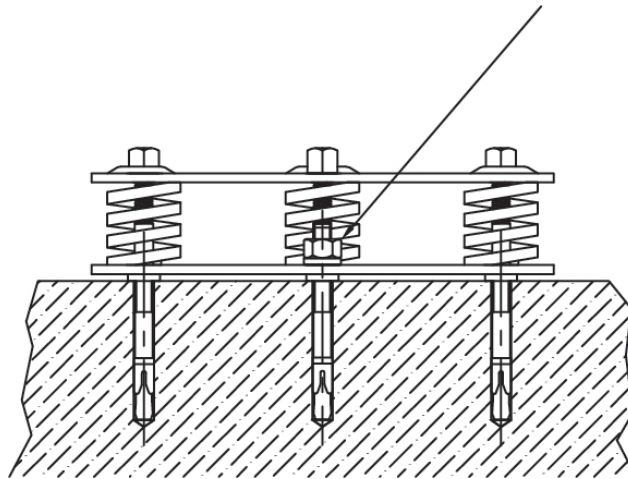

Fig. 7
6. Fixez le socle à l'aide d'une clé plate de 17 mm (Fig. 7).